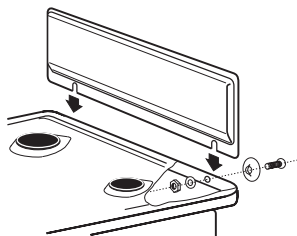

Рис. 16
- Щиток (при наличии) закрепляется перед установкой плиты (рис. 16).